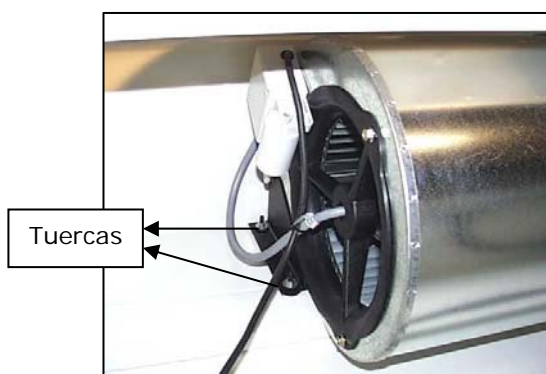

Fig. 38
- b) Quitar las cuatro tuercas de M6 que sujetan el ventilador al mueble (Fig. 38).